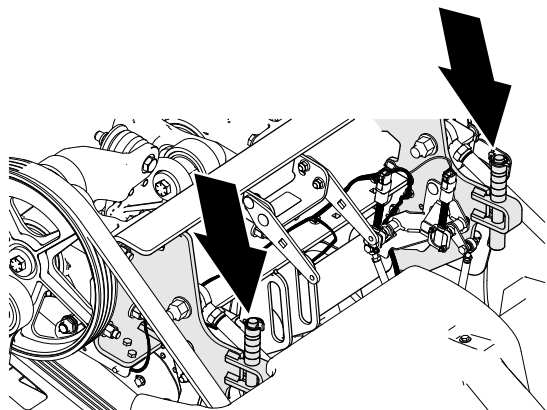
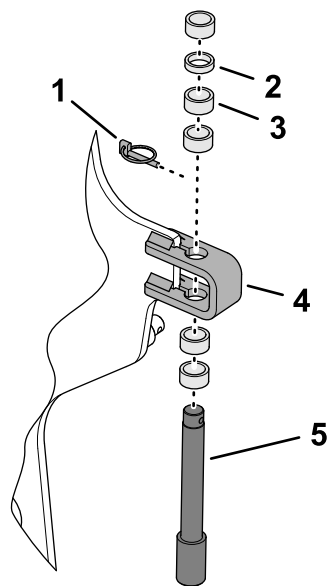

図 120
図 121
3. 深さストップピンとスペーサをストップブラケットに固定しているリンチピンを取り外す 図 120 と 図 121。